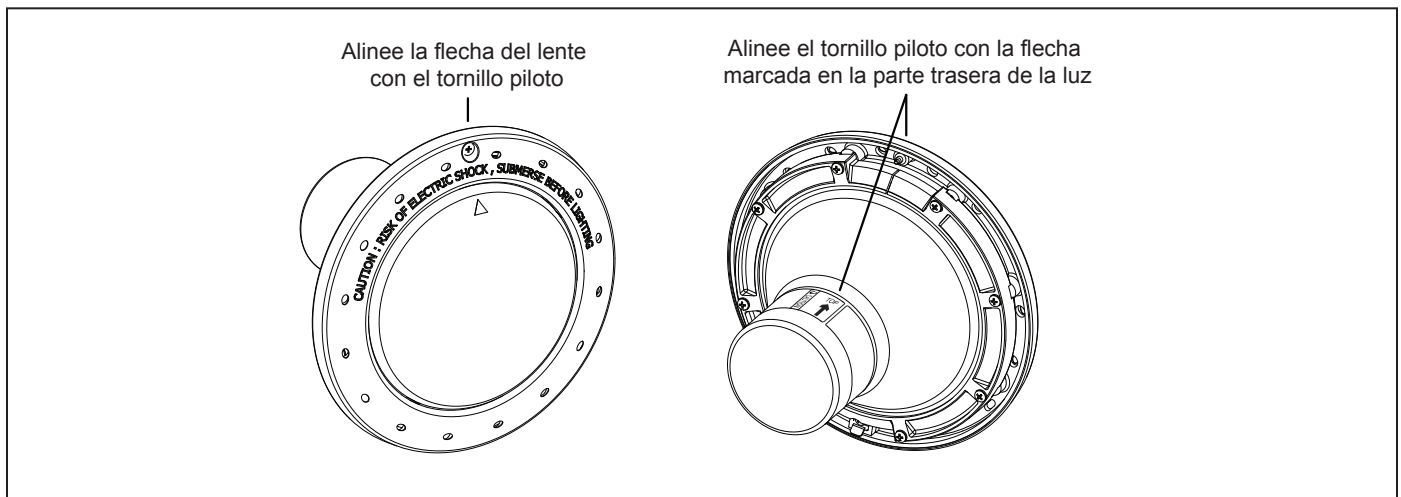

Figura 8. Alineación del lente, el aro frontal, el compartimento y las abrazaderas de las luces blancas para piscinas
- c. Coloque el lente y la empaquetadura sobre el conjunto de la luz. Coloque el aro frontal y la abrazadera superior sobre el lente, y alinee el tornillo piloto con la marca de la flecha pequeña en la cara del lente. Tenga en cuenta que la marca de la flecha pequeña sobre la cara del lente y el tornillo piloto del aro frontal deben estar alineados con la flecha ubicada en la etiqueta de la luz que dice, "Arrow on this label must line up with the pilot screw on the Face Ring" (la flecha en esta etiqueta debe estar alineada con el tornillo piloto del aro frontal). Véase Figura 8.
- e. Posicione la abrazadera inferior sobre el cable de electricidad y deslícela hacia la parte trasera de la luz y hacia la abrazadera superior. Véase Figura 8.
- f. Ajuste los ocho (8) tornillos Phillips para luces de piscina o los seis (6) tornillos Phillips para luces de spa haciendo la instalación en forma de cruz y alternando. Apriete los tornillos aproximadamente a 20 pulgadas libras. No apriete demasiado.
- a. Enrolle cuatro (4) pies de cable alrededor de la luz y coloque el conjunto en el nicho.